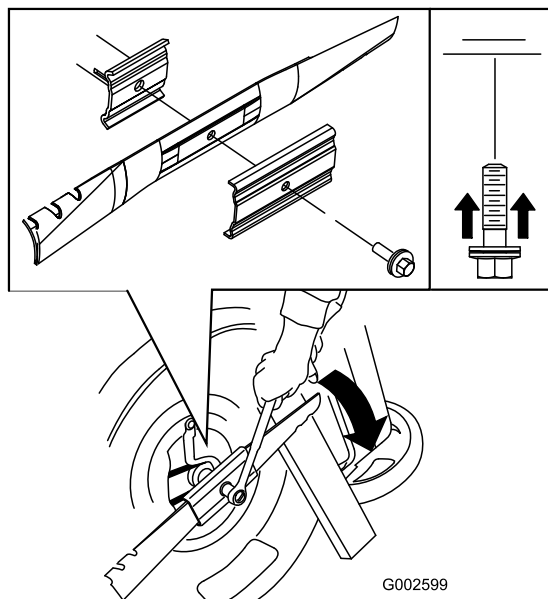

Figura 45
3. Utilice un bloque de madera para inmovilizar la cuchilla (Figura 45).
4. Retire la cuchilla, conservando todos los herrajes de montaje (Figura 45).
5. Instale la cuchilla nueva y todos los herrajes de montaje (Figura 45).